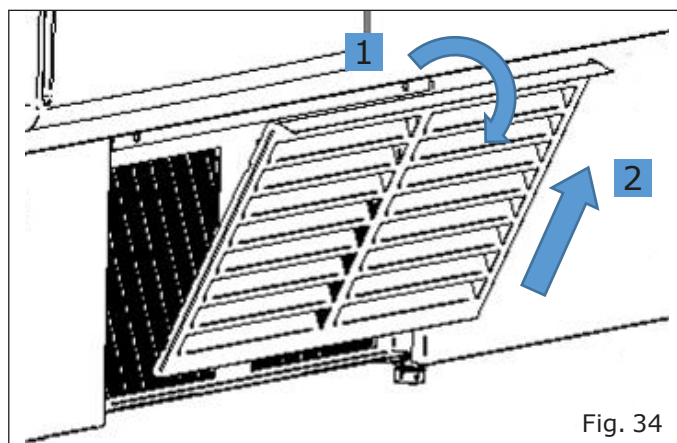

Fig. 34
- Rimuovere la griglia del condensatore rimuovendo i pomelli che la fissano e seguire le indicazioni (Fig. 34).